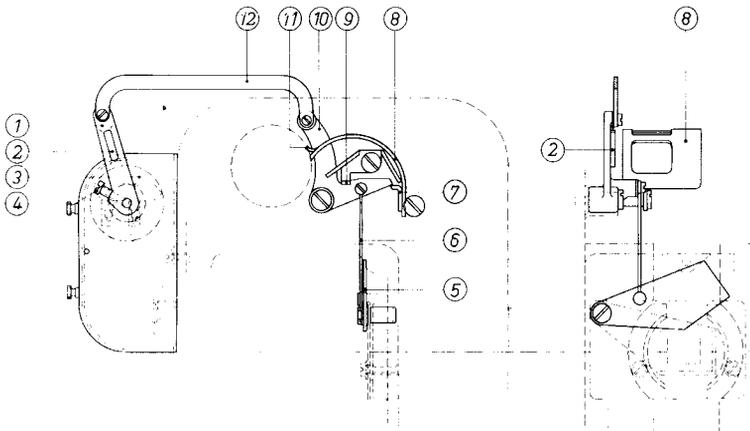

Fig. 33
Der Filmschleifenautomat (Fig. 33) besteht aus einer Lichtabschlußklappe, einem Gestänge und zwei Quecksilberschaltern. Letztere befinden sich im rückseitig am Projektor angeordneten Anschlußkasten.
- . Die Montage geht aus Fig. 33 deutlich hervor.